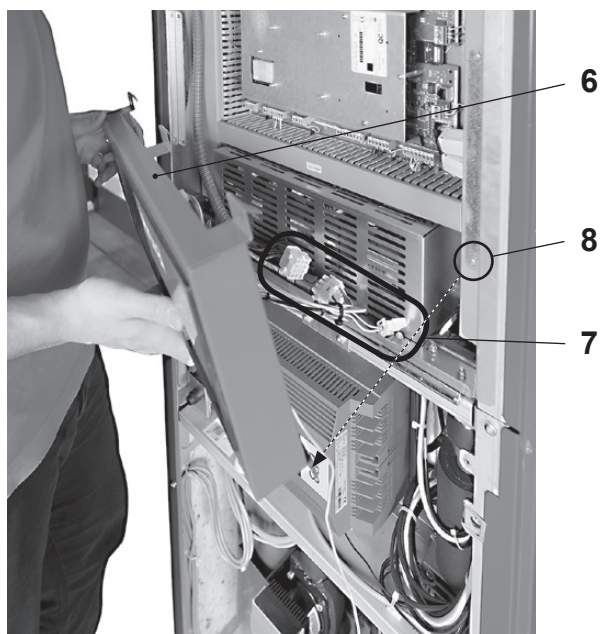

Fig. 03
3. Démontez le module de commande (6, Fig. 03)
- Débranchez les connexions (7)
- Retirez les deux vis de fixation (8) à gauche et à droite et retirez le module de commande.